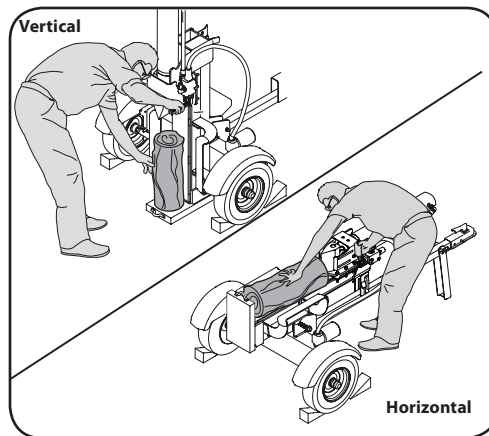

Figura 2-1
6. Siempre opere la máquina desde la(s) zona(s) del operador que se especifican en el manual. Vea la Figura 2-1.
- a. Posición horizontal de funcionamiento: Párese del lado de la palanca de control de la máquina rompetroncos y establezca el tronco como se indica, si es necesario. Vea la Figura 2-1.
- b. Posición vertical de funcionamiento: Párese delante de la máquina rompetroncos y establezca el tronco como se indica, si es necesario. Vea la Figura 2-1.